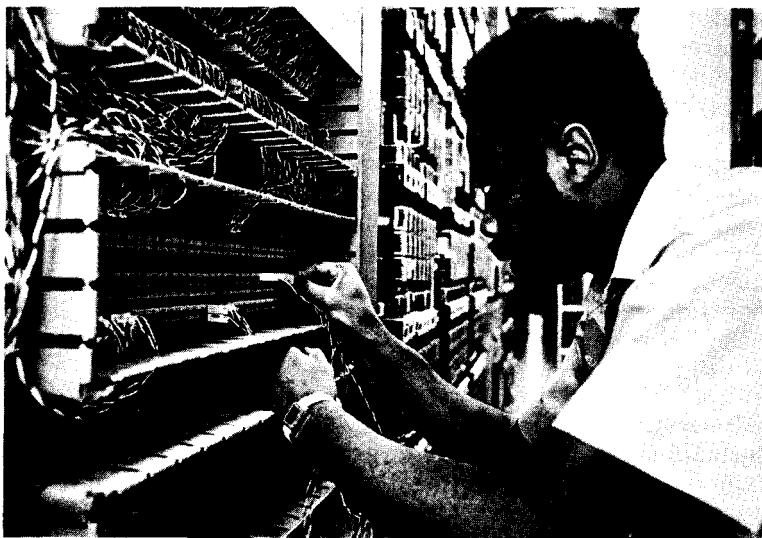

Fig. 5-6. El técnico en equipos telefónicos trabaja en un repartidor de la central (American Telephone and Telegraph Company)
**Instaladores de equipo en centrales telefónicas.** Estos trabajadores ensamblan, ajustan y alambran los equipos de conmutación y comunicación en las centrales de las compañías telefónicas (Fig. 5-6). También suman equipo a los sistemas existentes o reemplazan el equipo anticuado. Los nuevos empleados reciben su adiestramiento tanto en el trabajo como en el salón de instrucción. Por la complejidad del trabajo, el adiestramiento continúa, según se desarrollen e introduzcan nuevas técnicas y equipos.